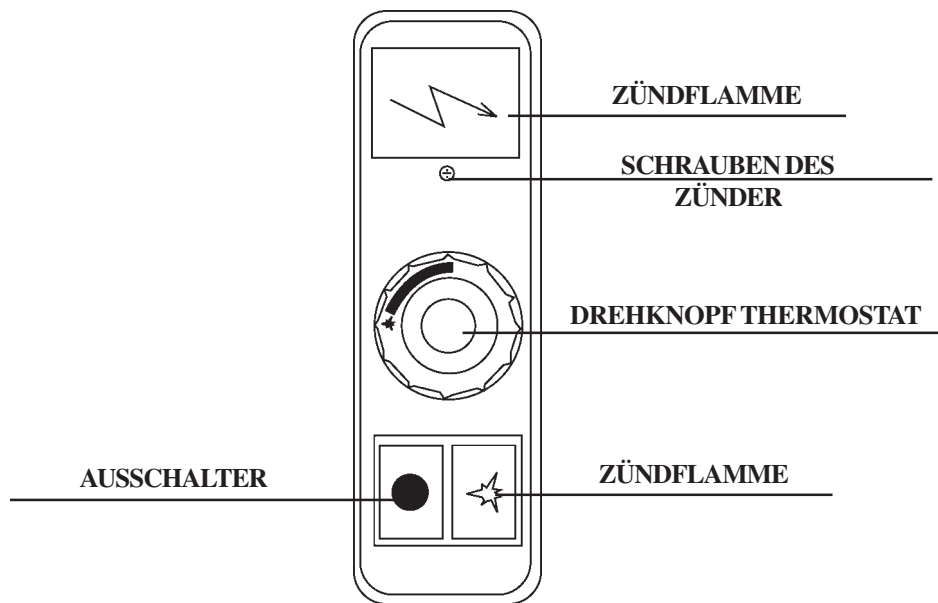

Abb. 9
5.1 ANZÜNDEN DES LEITFLAMMENBRENNERS (ABB. 9)